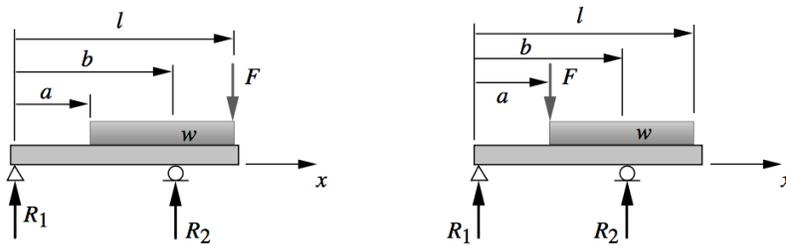

Figura 2: Problema 2: Vigas sometidas a cajas
- La figura 2 muestra un juguete infantil llamado "cangurín". Un niño se para sobre las almohadillas del soporte y aplica la mitad de su peso en cada lado. Luego salta hacia arriba del suelo, manteniendo las almohadillas contra sus pies, y rebota junto con el resorte que amortigua el impacto y almacena energía para ayudar a cada rebote. Suponga que un niño de 45 lb y una constante de